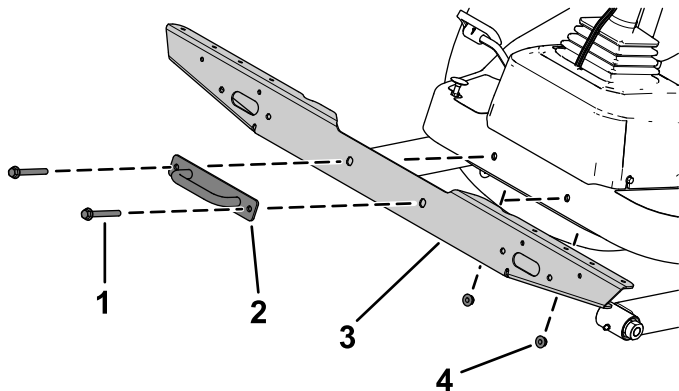

Figure 18
2. Fixez le support transversal de feux sur la plate-forme à l'aide des boulons, des écrous et du support d'attache (Figure 18).